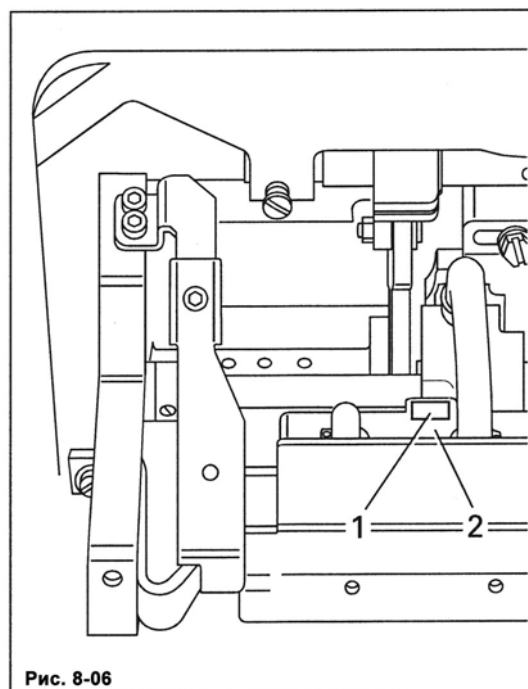

Рис. 8-06
- Снимите пробку 1 масляного картера 2 (рис. 8-06). Эта пробка предохраняет машину при транспортировке и не применяется во время шитья.